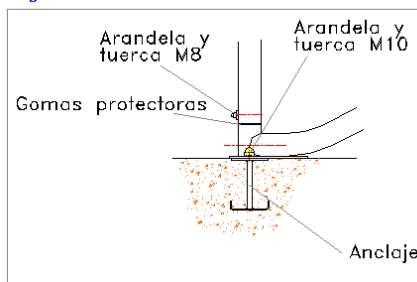

Fig. 1
4. Colocar los anclajes posterior en el agujero indicado (fig. 1).